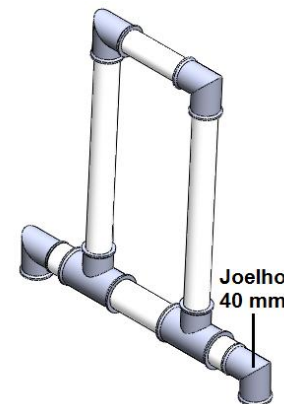

Figura 23. Montagem dos módulos – Módulo 4 – Passo 7
- Passo 7: Junte a conexão “Joelho 40 mm” no cano 426X40 mm, como mostrado na figura 23 (1 unidade);